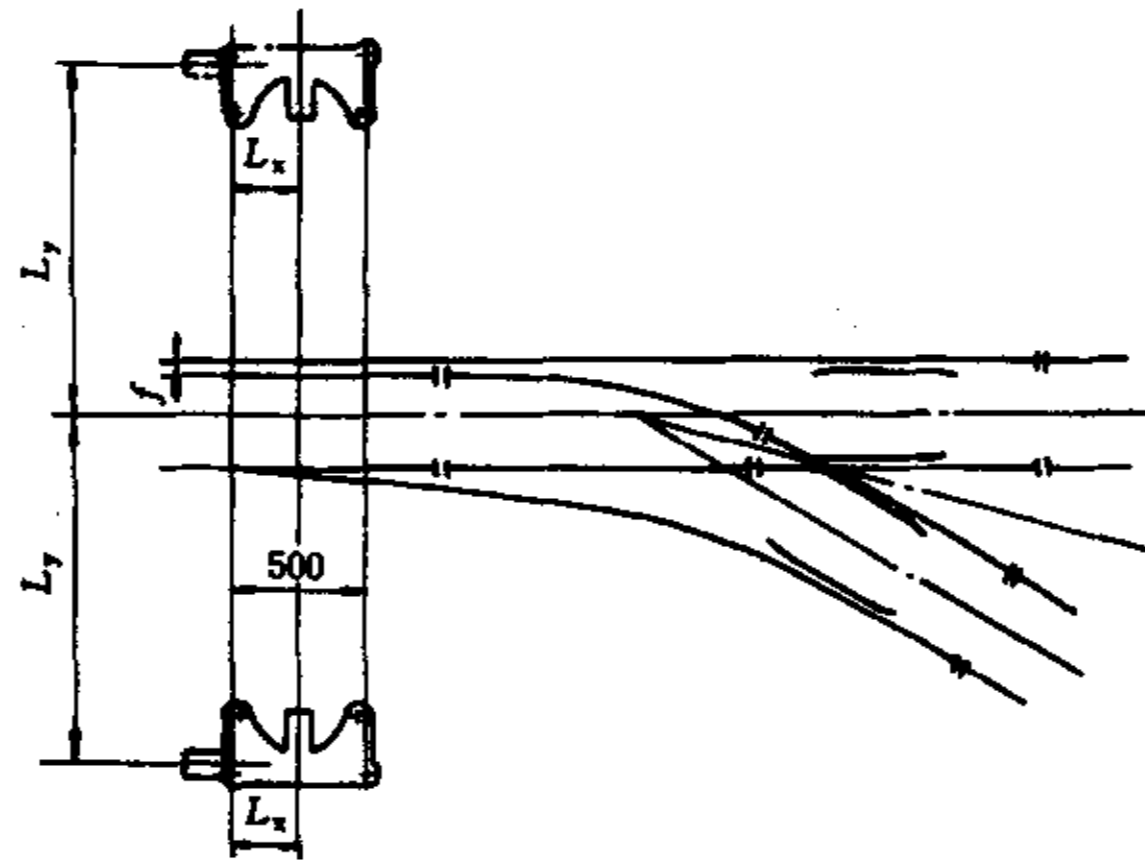

图 7 立式手动(弹簧)扳道器与单开道岔安装位置示意图
- c) 立式手动(弹簧)扳道器与单开道岔安装位置示意图见图 7,关系尺寸见表 3。